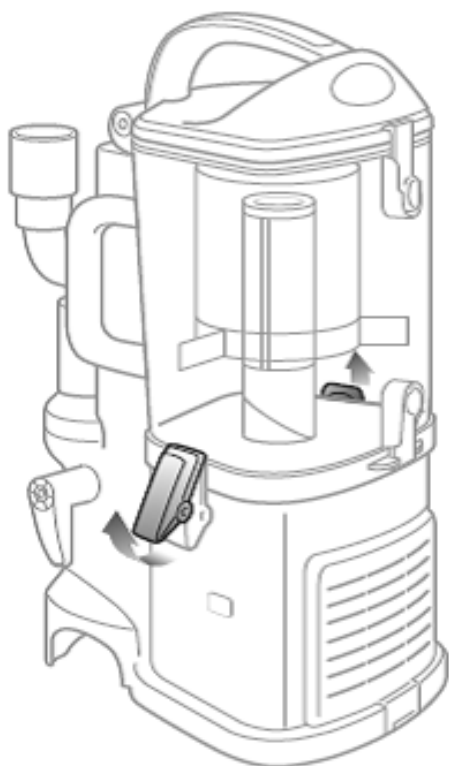

Рис.18
1. Чтобы снять пылесборник с основания двигателя (Рис.18), открыть защелки, расположенные по бокам, подняв их вверх и наружу.